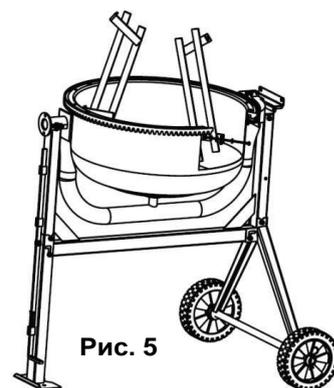

Рис. 5
- Установите лопасти в нижний барабан бетономешалки, закрепив их положение в нижней части болтами M10x20 (См. Рис.5).